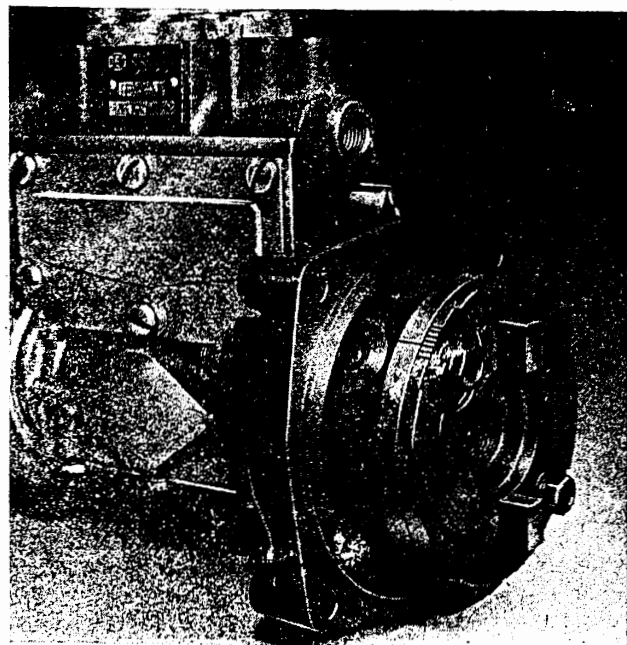

Bild M 14. Abnehmen der Einspritzpumpe
12. Befestigungsschrauben für Antriebsgehäusedeckel abschrauben. Einspritzpumpe mit Spritzversteller und Antriebsgehäusedeckel abnehmen (Bild M 14).